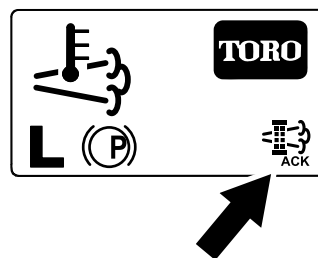

Figure 70
- L'InfoCenter affiche l'écran d'accueil et l'icône de confirmation de la régénération (Figure 70) apparaît en bas à droite de l'écran pendant le processus de régénération.